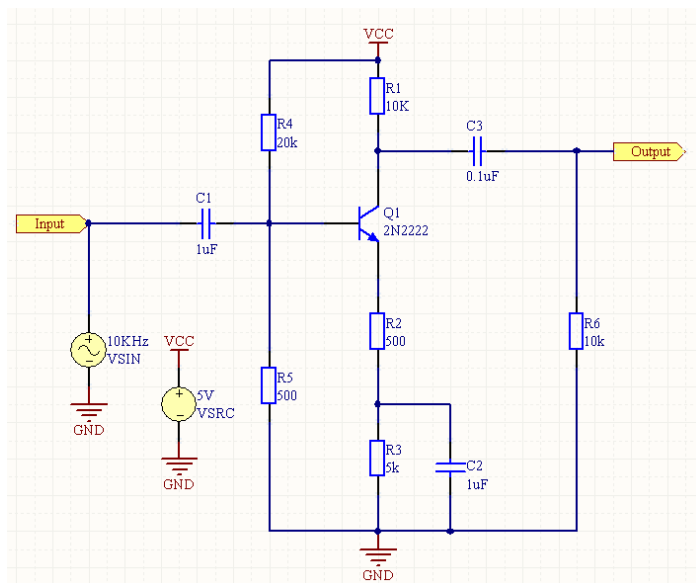

图 6.18 绘制的原理图
- (1) 启动 Altium Designer 6，新建一个名为“Sim2.SchDoc”的原理图文件。
- (2) 绘制如图 6.18 所示的电路原理图。